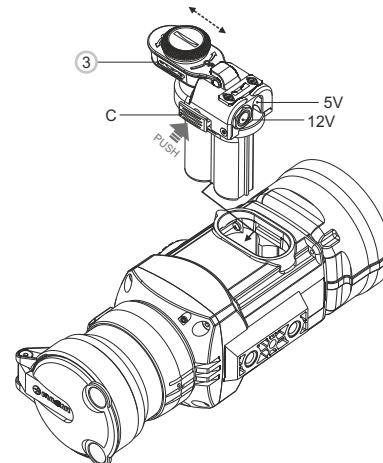

Abb. 3
- Stecken Sie den Adapter in den Batteriebehälter des Monokulars (s. Abb. 3) ein. Vergewissern Sie sich, dass die Klinken (C) des Adapters beidseitig geschlossen wurden.
- Befestigen Sie den Deckel (3) auf dem Adapter (s. Abb. 3).
- Schalten Sie das Gerät ein, indem Sie die Taste "ON/OFF" (10) kurz drücken.